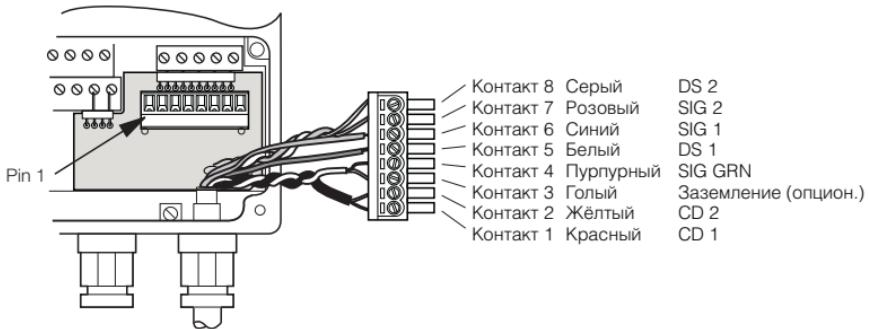

Рис. 3.3 Подключение вилки кабеля датчика
5. Подключите провода кабеля датчика к вилке адаптера – см. Рис. 3.3. Не вставляйте вилку в гнездовую часть разъема на плате адаптера.